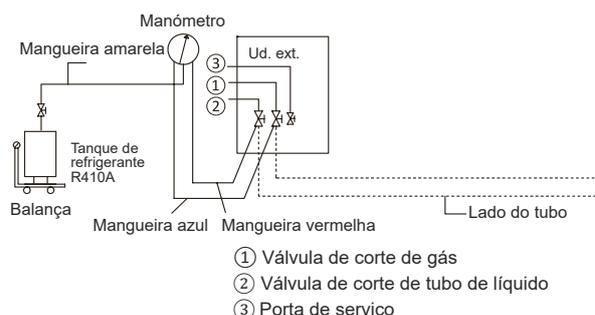

Fig. 5.33
8. Limpe as outras aberturas da mesma forma, limpando por ordem desde a unidade interior A até às unidades exteriores. Consultar Fig. 5.33